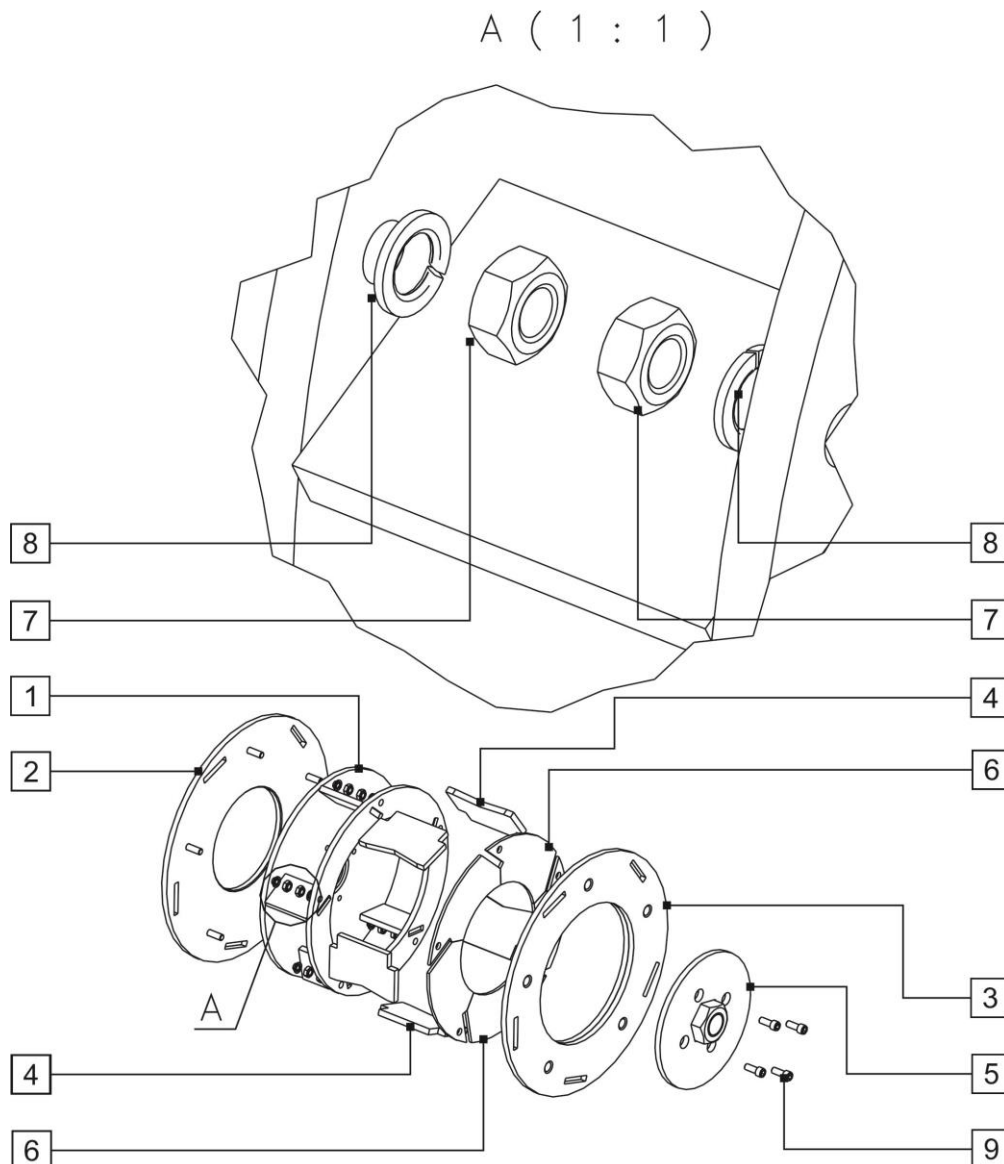

Рис. 3
Ротор-ускоритель (Рис. 3, Табл. 2) состоит из: корпуса ТКА2-02.100 (1) с приварной втулкой, кольца ротора РОТ-02.200 (2), диска ротора РОТ-02.300 (3), ускорителей (сменных пластин) ТКА2-02.002 (4), крышки ротора ТКА-12.000 (5), сегментов подкладных РОТ-02.003 (6).